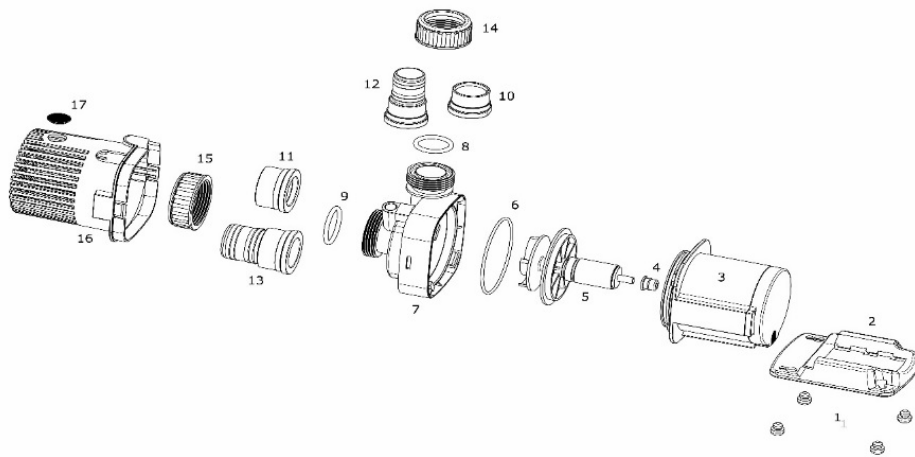

Abb. 2.: Aufbau AC Runner 3.0
- **Pumpe AC Runner. Bauteile siehe Abb. 2 bzw. 3.**